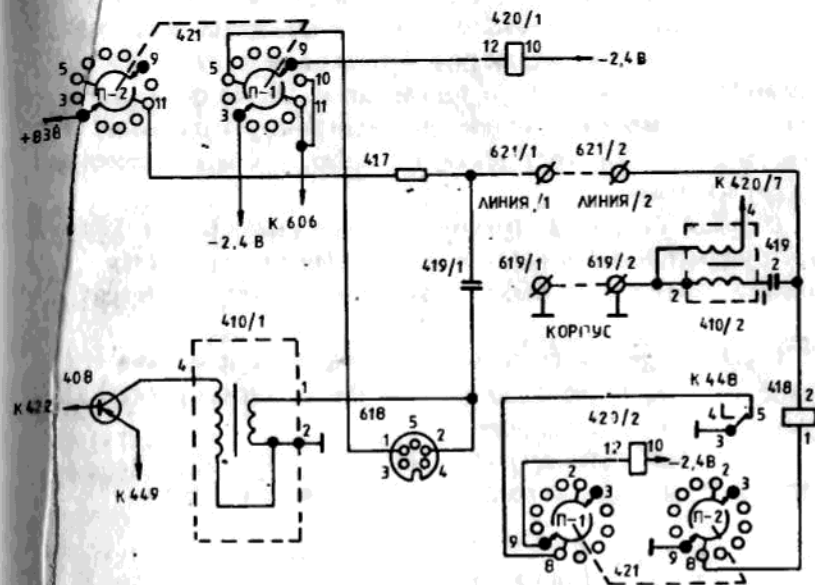

Рис. 8. Упрощенная принципиальная схема блока низкой частоты при положении переключателя (421) "ПР. РЕТР. СВЕТ"
Коммутация при ретрансляции осуществляется на одной из двух радиостанций переключателем (421) в положениях "ПР. РЕТР. СВЕТ" или "ПЕР. РЕТР. СВЕТ" (рис. 8 и 9). На другой радиостанции переключатель должен быть в положении "РАДИО". Зажимы "ЛИНИЯ" и "КОРПУС" обеих радиостанций соединяются двухпроводным кабелем.